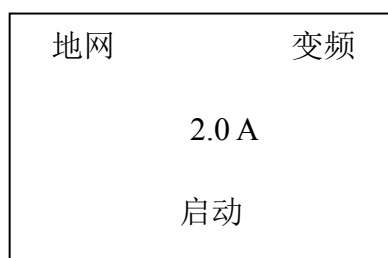
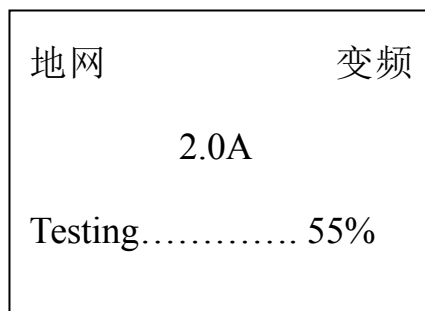
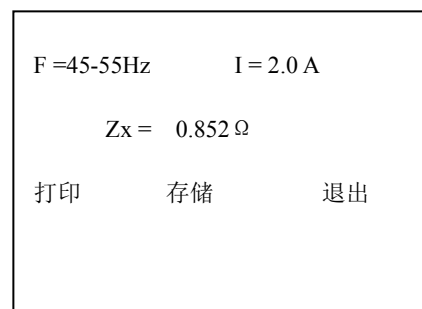

图 3
图 6
图 7
3.1、打开电源开关，计算机进行自检，液晶屏显示中文主菜单如图 3 所示。
3.5、测试：打开高压允许开关，当光标在测试项目上时，按**确认**键大约 5 秒钟开始测试。测试过程中显示的画面如图 6（地网，变频）所示，当下面的进程到 100%时候测试完毕，然后显示测量结果见图 7 所示，此时光标指示打印机图标，按**确认**键打印报告。测量结果的意义如下：
4.5、手动打印: 仪器测试完毕,出现图 7 所示的界面.按 键可以在“打印”,“退出”之间选择.如果选择“打印”,按一下“确认”键,就会打印结果.如果选择“退出”,按“向下”键是把试验结果储存起来,但一定要输入相对应的编号(三位数字显示),按一下“确认”键,就会返回初始界面如图 3 所示,当光标在“启动”上时,按"向下"查看储存的试验结果。